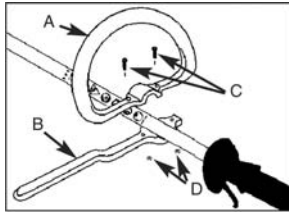

Рис. 1
1. Для установки ручки на изделие Вам необходимо иметь: «Р»-образную ручку (А и В), винты (С) и гайки (D) (Рис. 1).
2. Установите «Р»-образную ручку (В) на штангу, ниже на 160-200 мм от рукоятки управления, и наложив сверху рукоятку (А), скрепите их двумя винтами (С) и гайками (D).